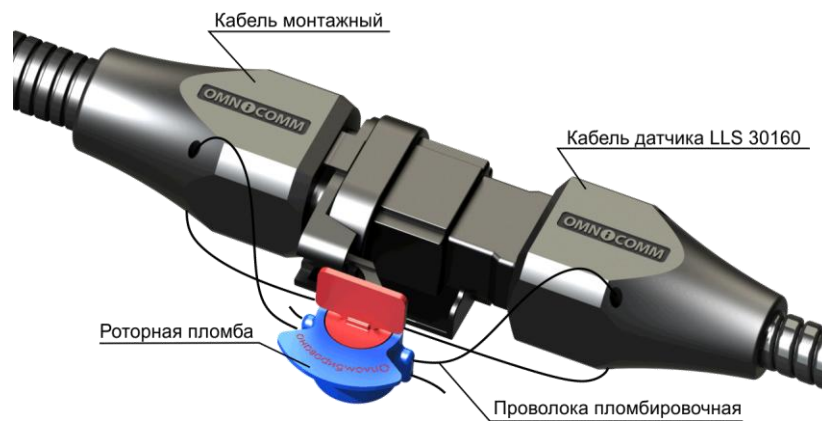

Рисунок 35
Для датчика уровня топлива LLS30160 установить защитную пломбу на разъем (Рисунок 35).
- 1) Продеть пломбировочную проволоку через отверстия разъема изделия и ответного разъема, таким образом, чтобы проволока проходила с разных сторон разъемов (Рисунок 35).